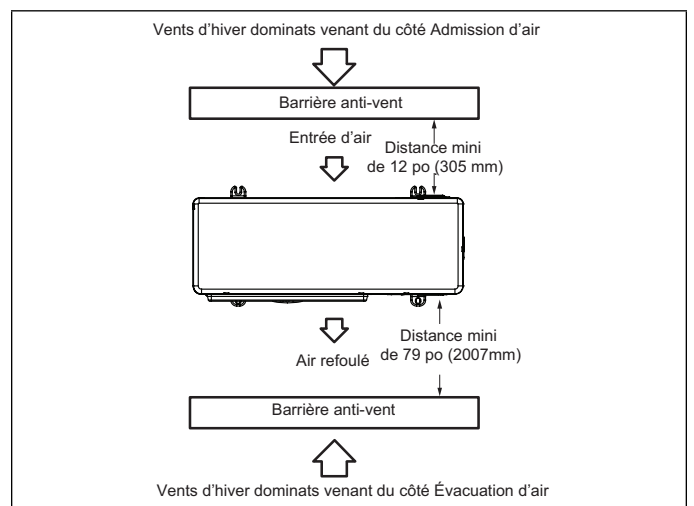

Figure 11. Barrière anti-vent
- Quand les vents dominants sont du côté de l'admission d'air, positionner la chicane anti-vent à un minimum de 12 pouces (305 mm) de l'unité comme illustré à la «Figure 11. Barrière anti-vent»
- Quand les vents dominants sont du côté évacuation, positionner la chicane anti-vent à un minimum de 79 pouces (2007 mm) de l'avant de l'unité comme illustré à la «Figure 11. Barrière anti-vent».